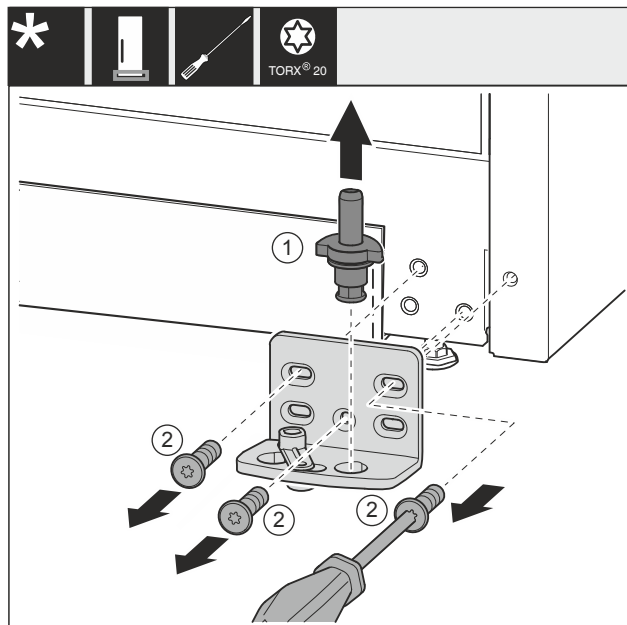

Fig. 33 *
- ▶ Vytiahnite ložiskový čap Fig. 33 (1) úplne nahor.*
- ▶ Vyskrutkujte skrutky Fig. 33 (2) skrutkovačom a odnímate ložiskovú konzolu.*